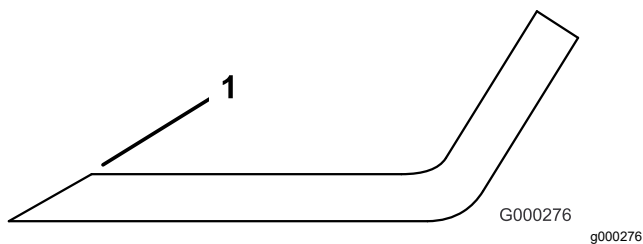

Figure 92
3. Examinez les tranchants de toutes les lames et aiguiser-les s'ils sont émoussés ou ébréchés (**Figure 92**).
**Remarque:** N'aiguiser que le haut du tranchant et conservez l'angle de coupe d'origine pour obtenir une coupe nette (**Figure 92**). Limez la même quantité de métal sur les deux tranchants pour ne pas déséquilibrer la lame.